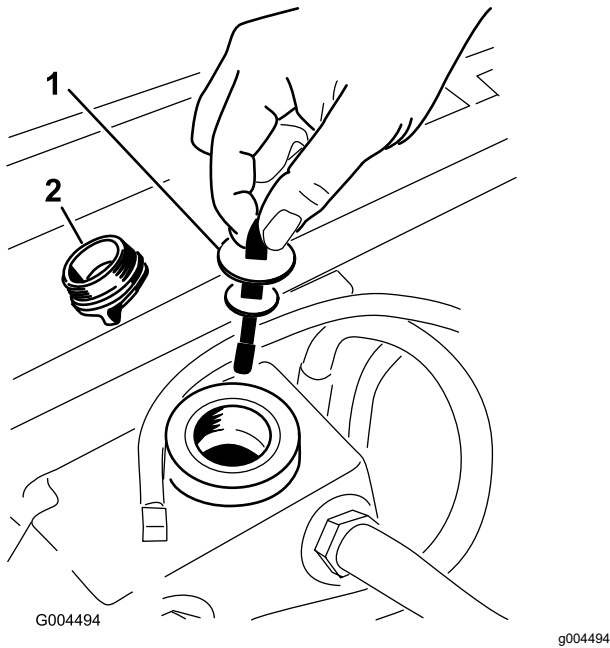

图 57
5. 从加油颈上取下液压加油盖 图 57。
6. 取出量油尺用干净的抹布擦拭 图 57。
7. 将量油尺放入加油颈然后再取出检查液位 图 57。